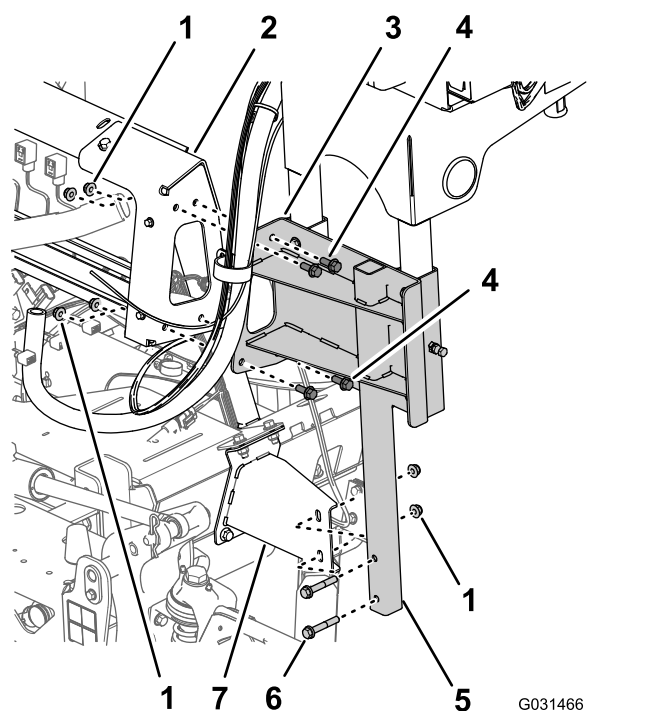

Figure 22
2. Retirez les 2 boulons à embase (3/8" x 2 1/4") et les 2 contre-écrous à embase (3/8") qui fixent le cadre tubulaire inférieur du dévidoir pivotant au support sur le profilé droit de la machine (Figure 22).
collecteur des vannes de pulvérisation (Figure 22).